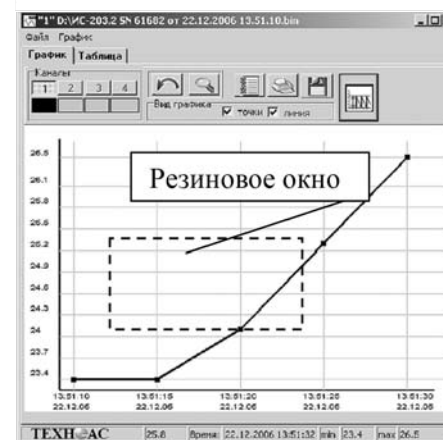

Рис. 14
- **кнопки возврата** - основной режим при работе с графиком - масштабирование. Масштабирование производится посредством резинового окна (рис.14). Для того чтобы увеличить график до необходимого размера, необходимо нажать и, не отпуская клавишу мыши, потянуть манипулятор мышь в произвольном направлении. В результате появится резиновое окно, которое и определяет область масштабирования графика.